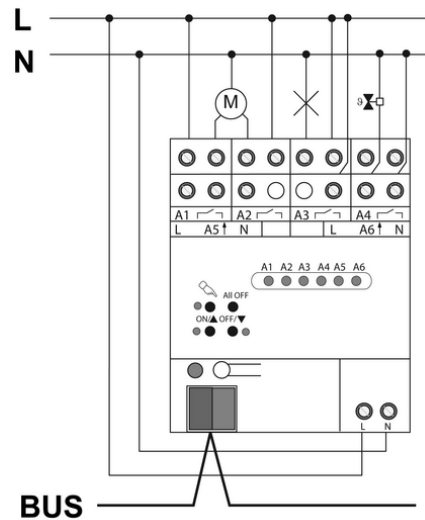

Figura 3: Esempio di collegamento
- Collegare il cavo bus con l'apposito morsetto (figura 3).